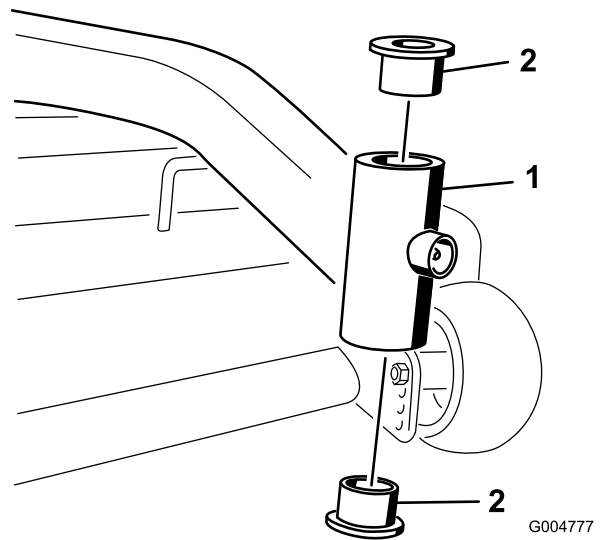

Figure 43
4. Insérez un chasse-goupille dans le tube de montage et chassez les bagues avec précaution (Figure 43). Nettoyez l'intérieur du tube de montage.